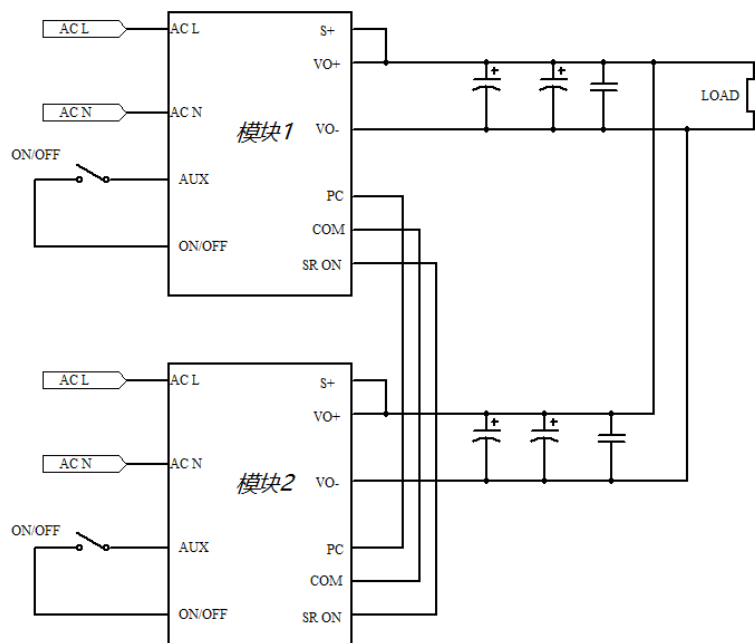

图 9 电源并联使用连接方式
模块具有并联应用功能，将各电源模块的PC端子连接（走线尽量短），可实现模块间的输出电流均流；将各电源模块的SR ON端子连接，可实现模块间的同步起机功能。接线如下图9所示。
- 8) 多模块并联使用时, 将各模块的 PC 信号端子尽量短的连接, 需要注意走线远离干扰源, 接线方法如图 9 所示。